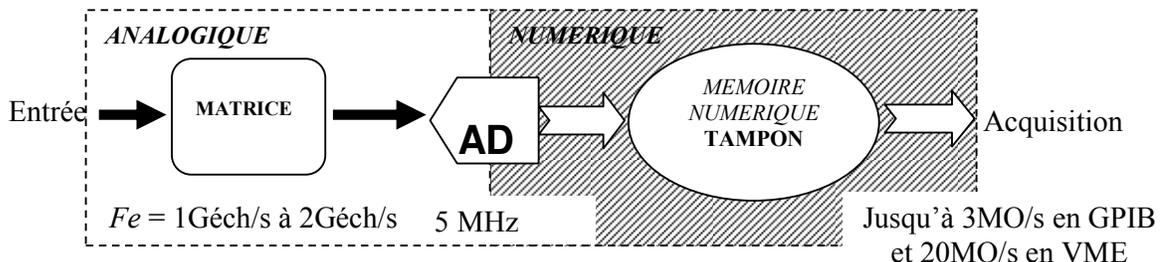

Fig 1 : flux de données dans la carte.
* II.1 : figure 1. Mise à jour des débits de données maximums sur les bus d'acquisition.
Cette opération est réalisée en trois temps (voir Fig 1) :